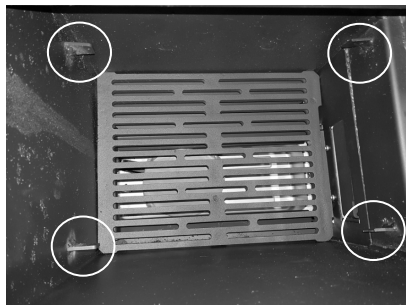

Figure 12
- Placez la grille sur les supports marqués sur la Figure 12. Remplacer la plaque chauffante.